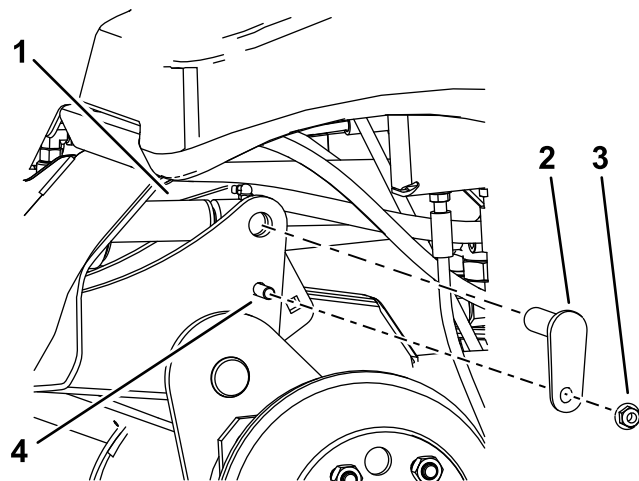

図 9
- C. ポンチを使って、シリンダロッドの穴と昇降アームの穴を揃える 図 9。
- D. ボルト 3/8" x 1 1/4" 2本、ナット 3/8" 2個、小さいピン 2 本を使用して、昇降アームをシリンダに固定する 図 9。